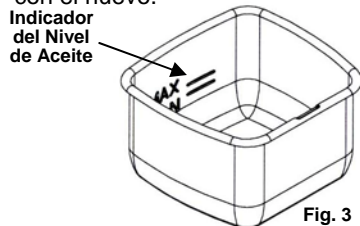

Fig. 3
- El nivel del aceite **siempre** debe ser mantenido entre el nivel mínimo y máximo como se indica dentro del recipiente de aceite. Inspeccione el nivel de aceite antes de cada uso. Para mejores resultados, mantenga el aceite cerca al nivel máximo (16 tazas/4 litros). (Fig. 3)